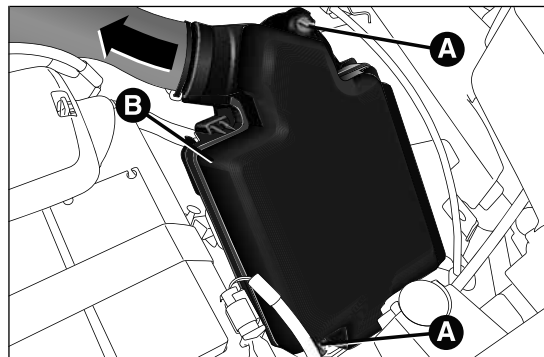

fig. 192
- ☐ aflojar los dos tornillos A fig. 192;